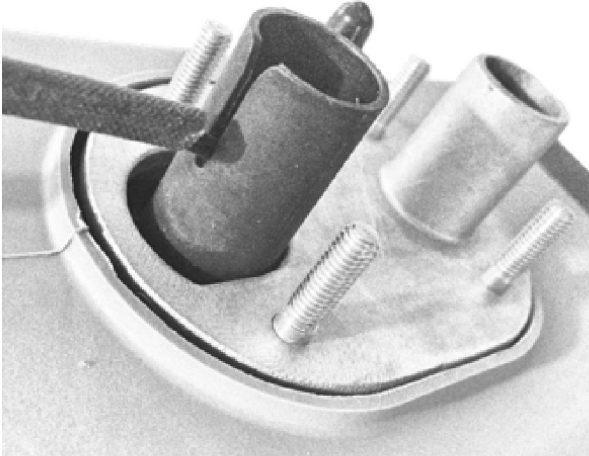

Fig. 40
- Begradigen Sie die Leitungen (zwei schwarze 0,6mm² Litzen mit Schutzschlauch) und führen Sie sie durch den Längsschlitz des Brennlufteinlaß-stutzens (Fig. 40.)